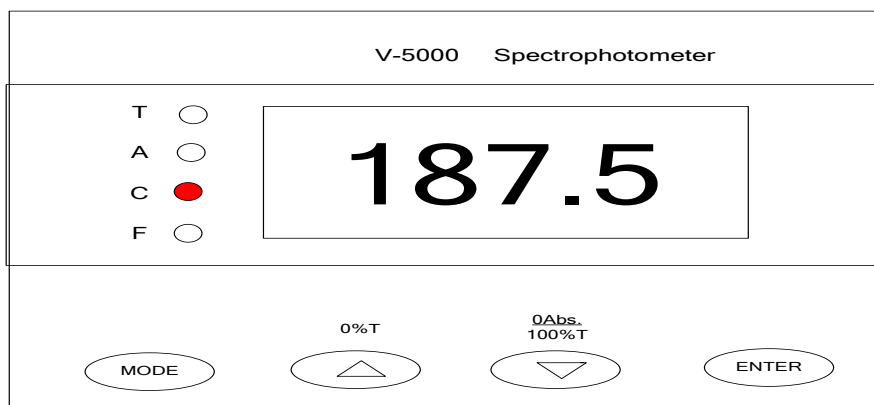

Fig.1-15
- c. Pressione a tecla **ENTER**, e o valor F atual mostrará 1500 (Fig.1-15). Assim, o modo C aparecerá automaticamente. Suponha que o valor A seja 0.125. Assim, o valor C será 187.5.